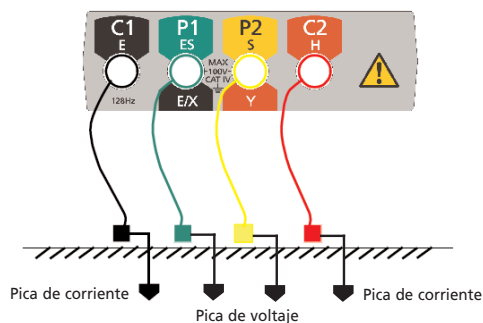

Figura 7: Conexiones para medir la resistencia de la tierra de cuatro terminales
1. Con el interruptor de selección en la posición 'OFF', conecte el instrumental como se muestra en la Figura 7.